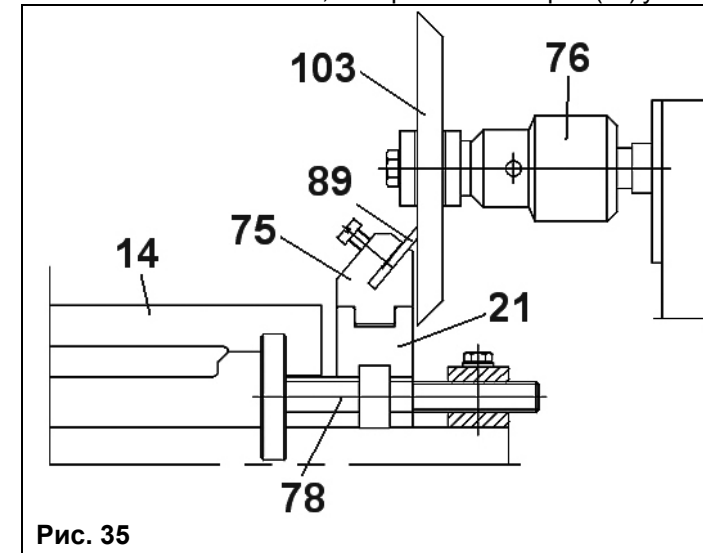

Рис. 35
9.8. Заточка режущего инструмента (Рис. 35)
9.8.2. Как показано на Рис. 35, в сверлильный патрон (76) установите и закрепите собранный на оправке заточной диск (103).